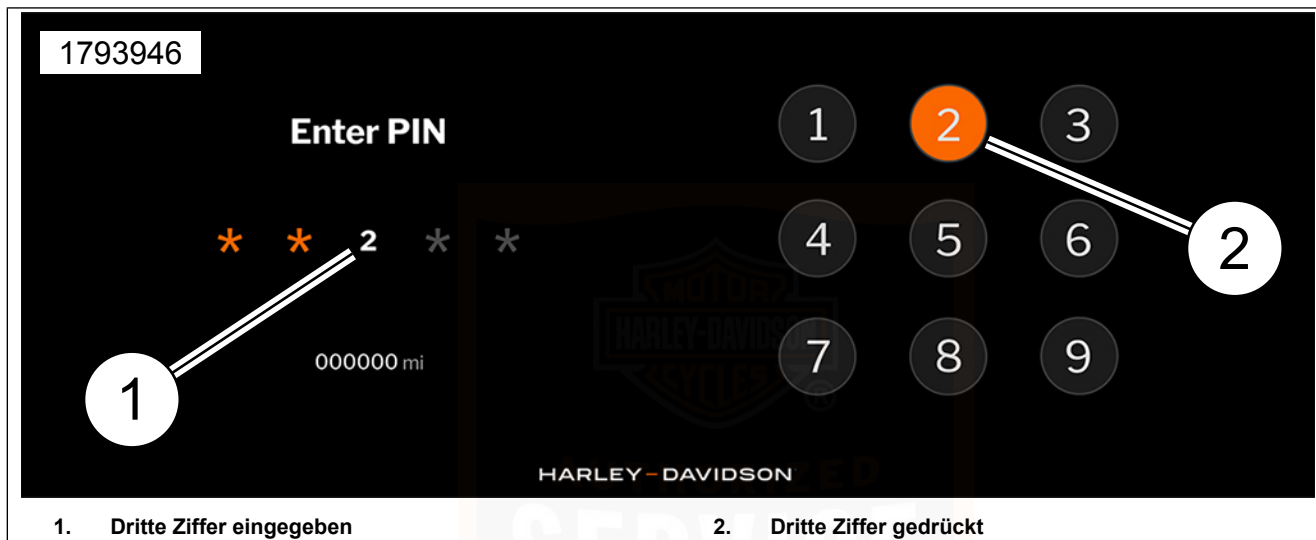
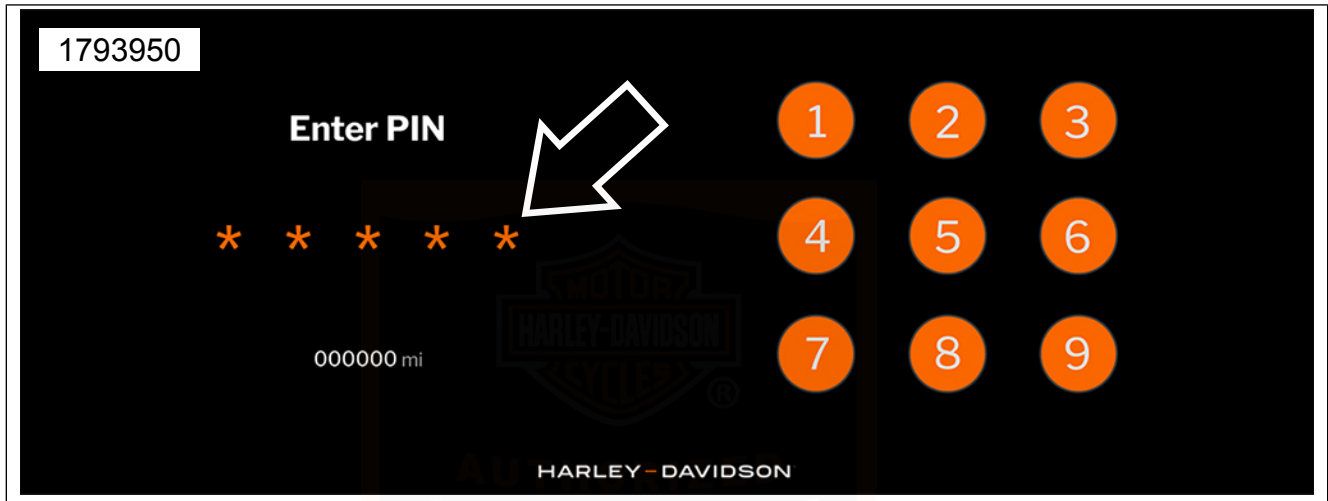

Abbildung 19. Eingabe von PIN-Ziffern
Abbildung 20. Fünfstellige PIN eingegeben
2. Siehe Abbildung 19 und Abbildung 20. Über das Bildschirmtastenfeld die vollständige fünfstellige PIN eingeben.